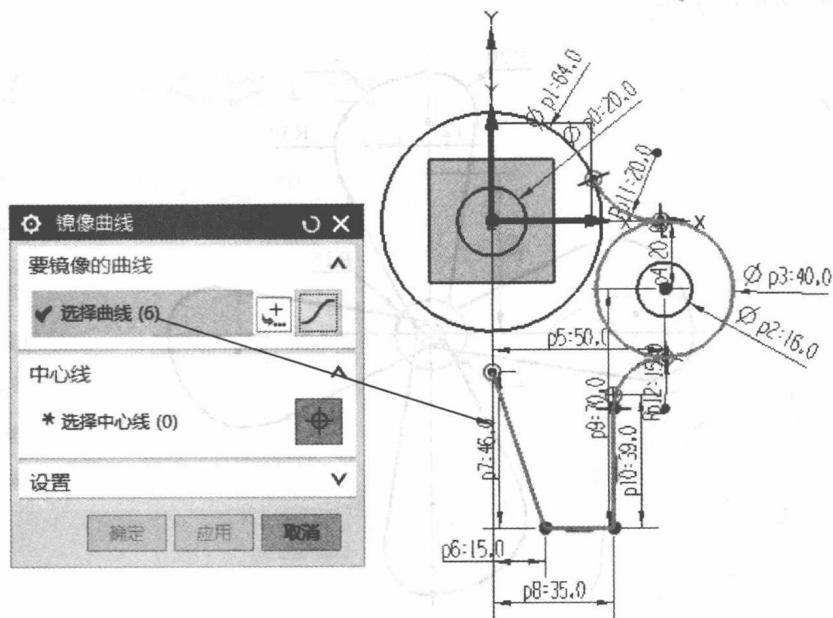

图 1-23 镜像曲线
(10) 点击镜像曲线 ，选择图 1-23 所示的 6 条高亮显示的曲线为要镜像的曲线，选择 Y